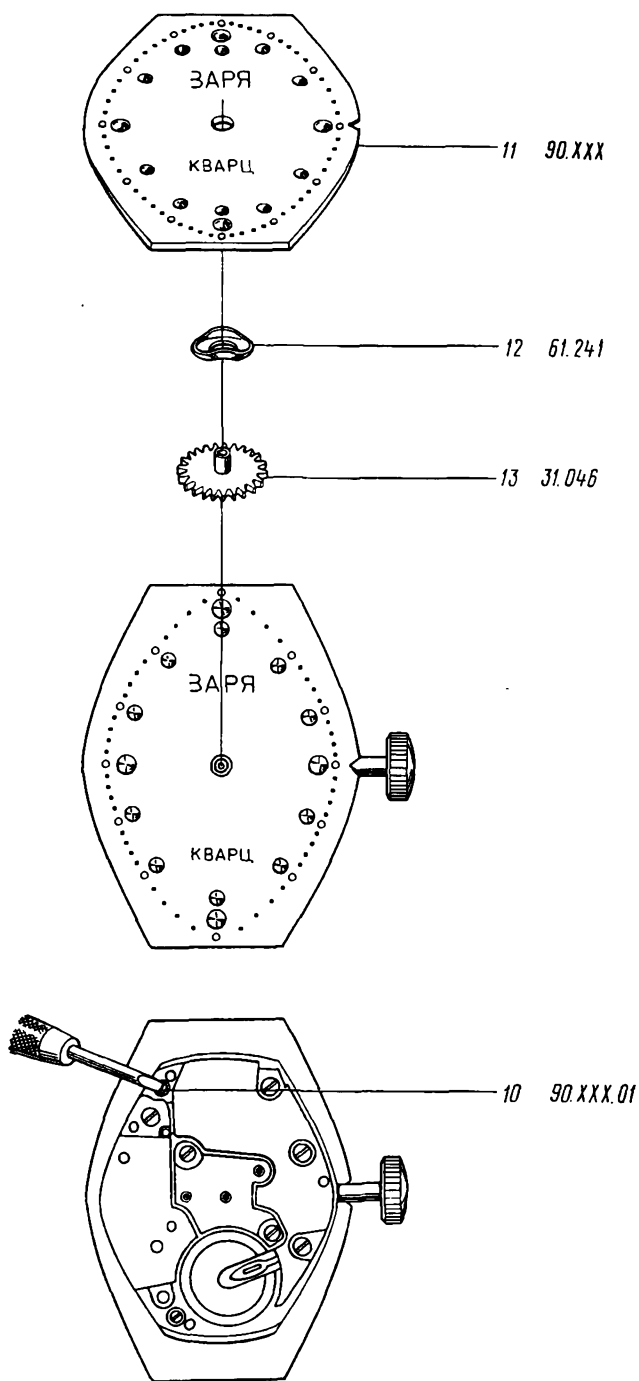

Рис. 96
14. Отвернуть на 1,5–2 оборота винты 10 крепления циферблата (рис. 96)
15. Снять циферблат 11 (рис. 96)